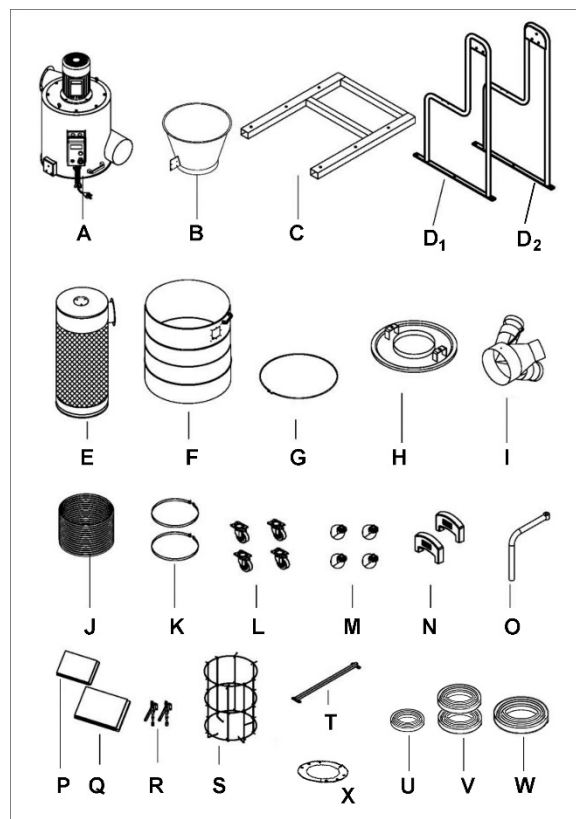

Figure 1 : contenus du carton principal (pas à l'échelle)
**Carton principal** (voir Figure 1)